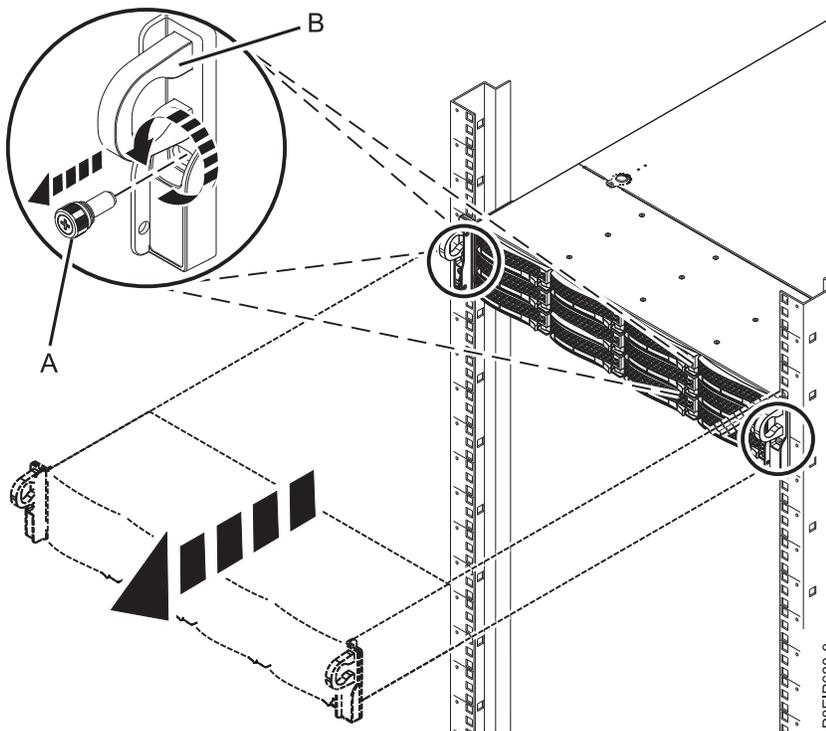

Abbildung 97. Vordere Schrauben entfernen und System aus dem Rack ausbauen
3. Entfernen Sie die vorderen Schrauben (A), mit denen das System an den Seiten am Rack befestigt ist (siehe Abb. 97).